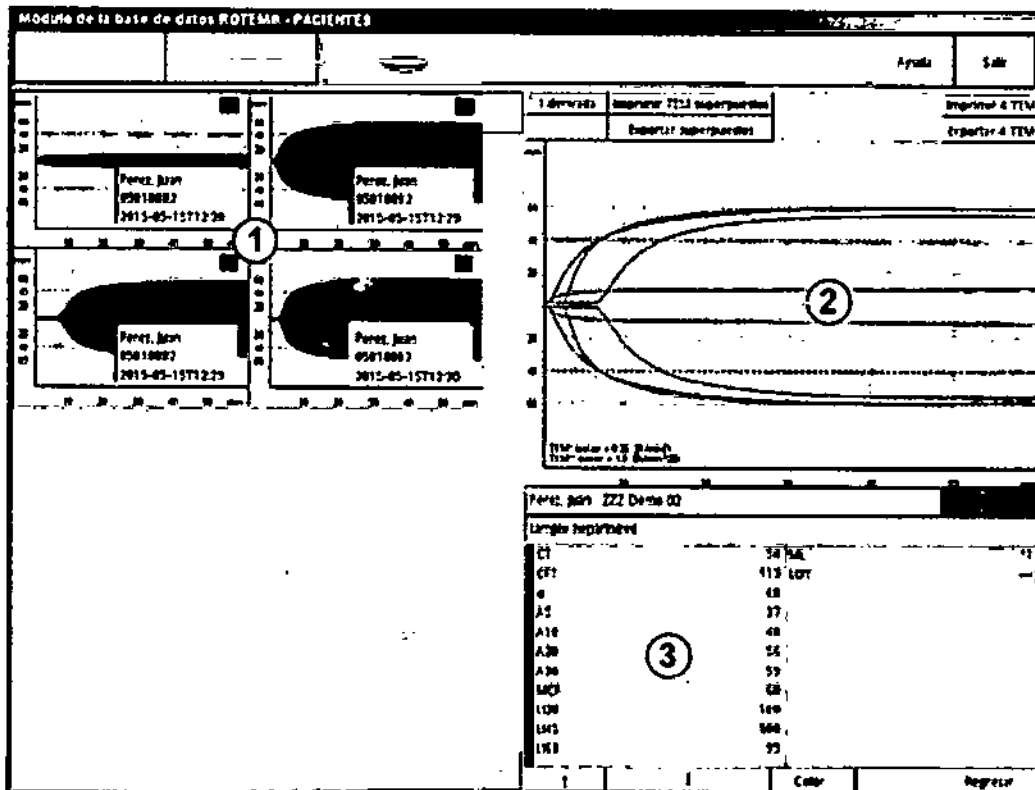

Figura 5-8: Pantalla de evaluación
- ↳ Se abre la pantalla de evaluación (Figura 5-8).